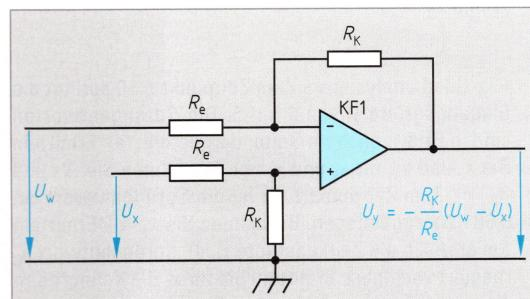

Bild 3: Elektronischer P-Regler
- Ein P-Regler **Bild 3** ist mit $R_K = 50 \text{ k}\Omega$ und $R_e = 10 \text{ k}\Omega$ beschaltet. Der Sollwert beträgt $U_w = 4 \text{ V}$. Berechnen Sie als Stellgröße die Ausgangsspannung U_y , wenn der Istwert a) $U_x = -2 \text{ V}$, b) $U_i = -6 \text{ V}$ beträgt.
- Bestimmen Sie die Eingangswiderstände R_e des P-Reglers **Bild 3**, wenn $R_K = 27 \text{ k}\Omega$, $U_w = 3 \text{ V}$, $U_x = -2 \text{ V}$ und $U_a = -5 \text{ V}$ sind.
- Der P-Regler **Bild 3** hat mit $R_K/R_e = 8,5$ beim Sollwert $U_w = 5 \text{ V}$ eine Ausgangsspannung $U_y = 12 \text{ V}$. Wie groß ist der Istwert U_i ?
- Der volle Stellbereich des P-Reglers **Bild 3** soll $U_y = \pm 12 \text{ V}$ betragen. Der P-Bereich, innerhalb dem der Istwert sich bewegen darf, soll $\pm 40\%$ bezogen auf den Sollwert $U_w = 4 \text{ V}$ betragen. Berechnen Sie die Kenngröße R_K/R_e des P-Reglers.